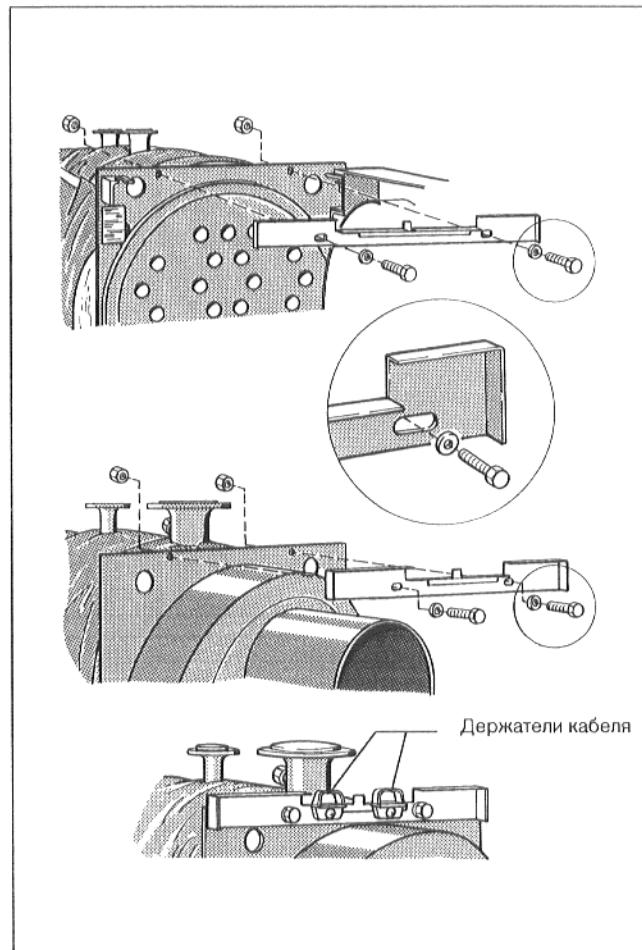

Рис. 8
- Привинтить траверсы вверху к передней и задней стенке корпуса котла, используя по 2 комплекта винтов с шестигранной головкой, шайб и гаек (Рис. 8).
- Посредством винта привинтить держатели кабеля к задней траверсе (Рис. 8).